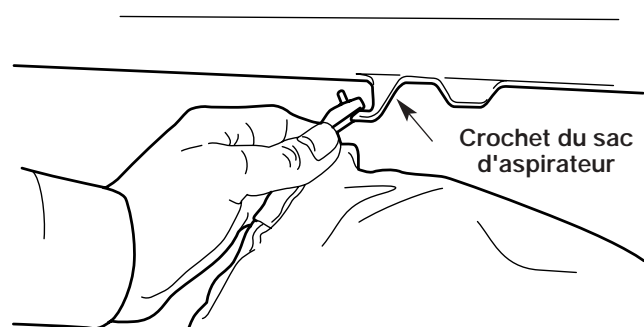

Fig. 3
1. Fixez le sac d'aspirateur à son crochet, sur le tube de souffluse/aspirateur (Fig. 3).